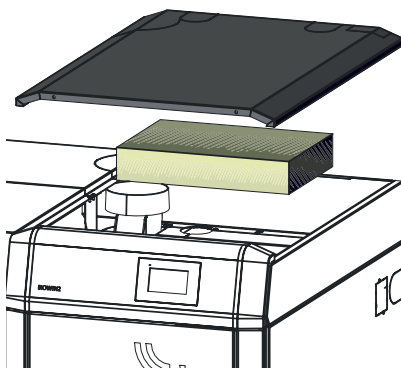

Fig. 46 Verkleidungsdeckel und Isolierung entfernen
- ▶ Verkleidungsdeckel und Isolierung über Nachheizflächen-Deckel entfernen – Fig. 46.